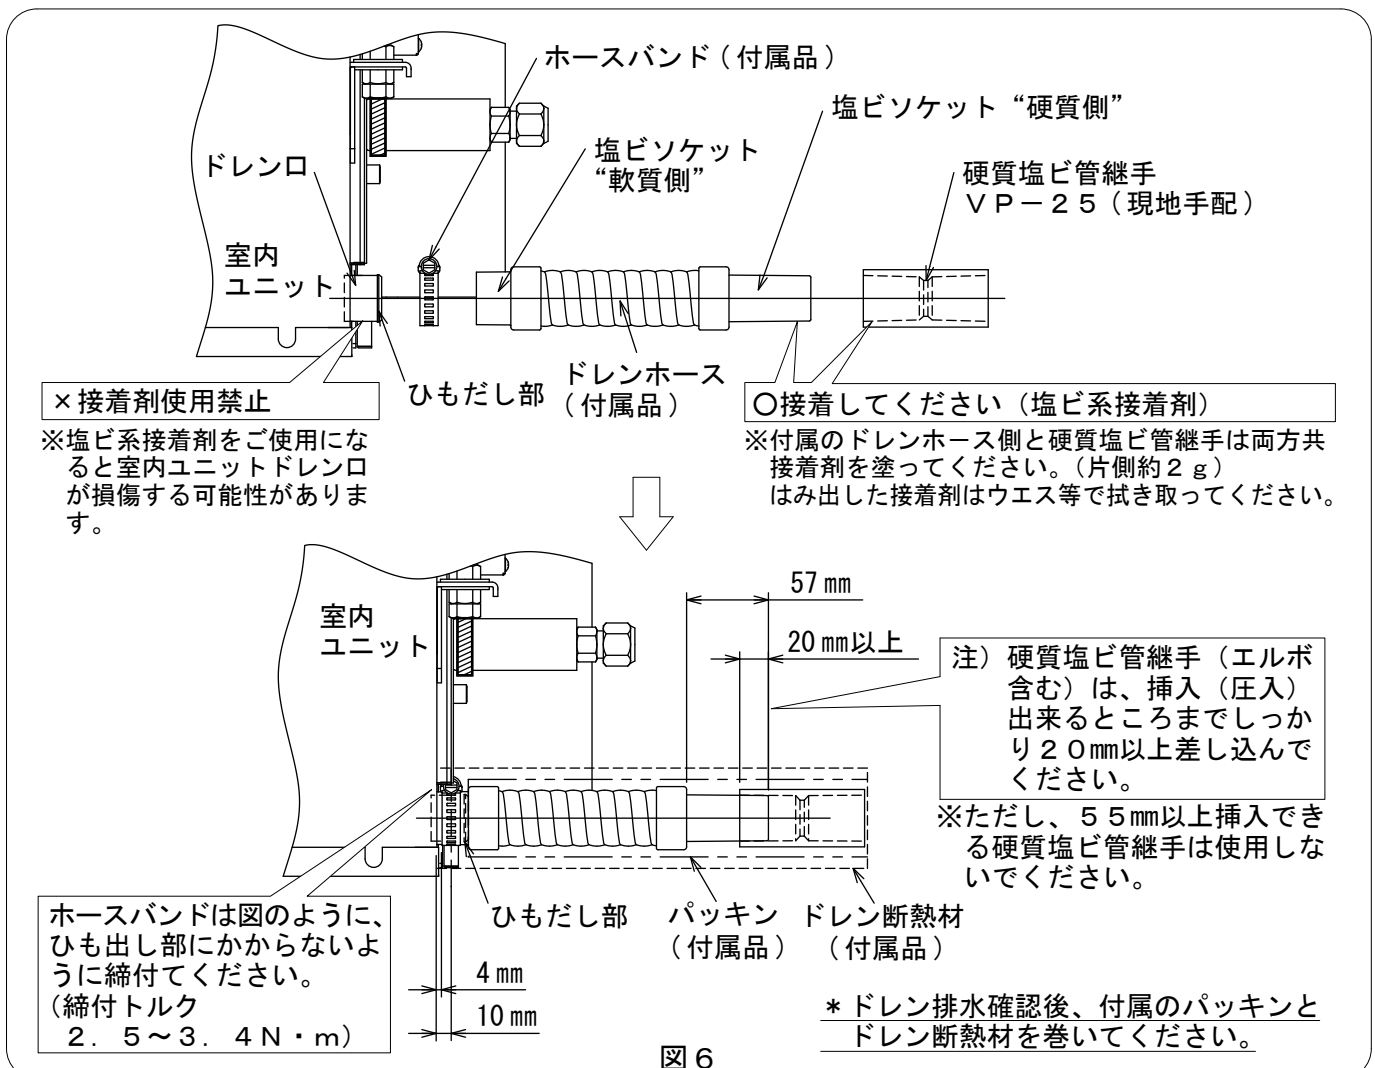

図6
- 下図（図6）のように接続口いっぱいまでドレンホースを挿入してからホースバンドで、しっかりと締め付けてください。ホースバンドはひもだし部にかからないように締め付けてください。（締付トルクは2.5～3.4 N・m）